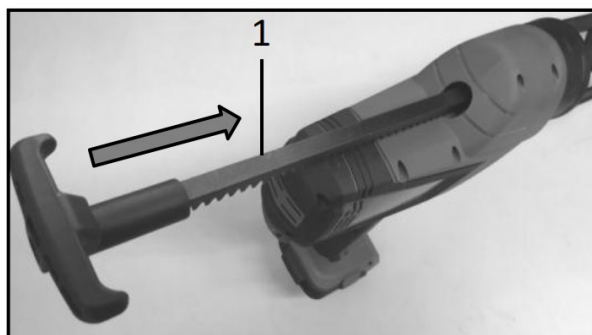

Рисунок 8. Встановлення зубчатого штока.
3. Вставити довгий зубчастий шток із задньої сторони виробу зубцями вниз (1, рис. 8).